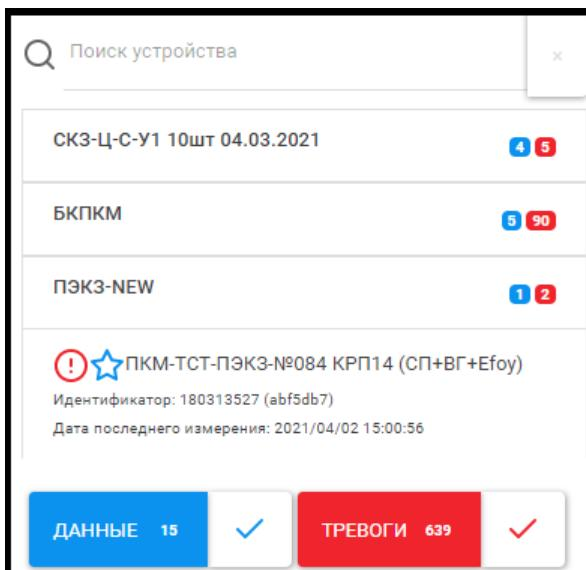

Рисунок 27 – Активация фильтров «Данные» и «Тревоги»
2.5.5.4 При нажатии на обе кнопки включаются оба фильтра, в результате чего в списке устройств останутся только те группы, которые содержат устройства со значками «новые данные» и «тревожные данные» вместе (рисунок 27).